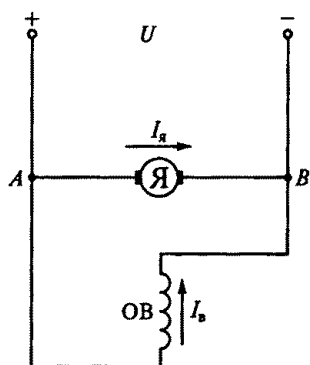

Рис. 244
10.38. Как направлена ЭДС в якоре двигателя, схема которого изображена на рис. 244?